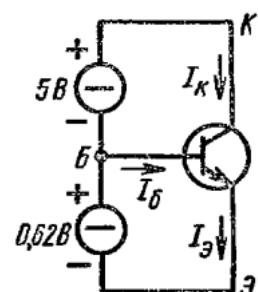

Рис. 2.12
2.7. Транзистор, имеющий параметры  $\alpha = 0,995$ ,  $\alpha_I = 0,1$ ,  $I_{EBK} = 10^{-14} \text{ А}$ ,  $I_{KBB} = 10^{-13} \text{ А}$ , включен в схему, изображенную на рис. 2.12.